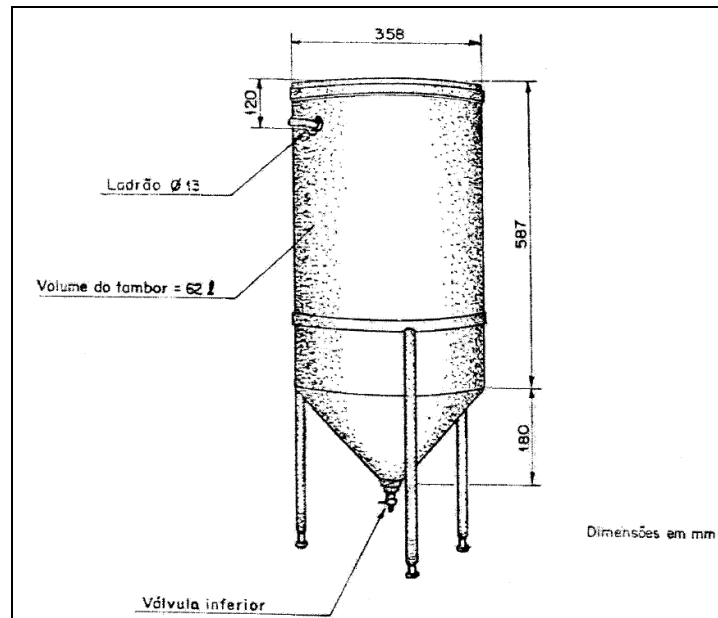

Figura 2 – Tambor de Teste
5.6_ Tambor de teste (Figura 2);